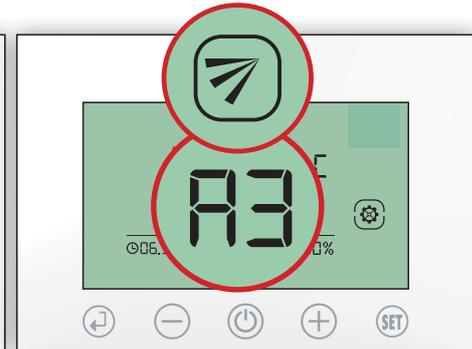

Fig. 90
2.3 **A3:** Premere (+) per impostare l'apertura alla posizione A3 (100%), apparirà l'icona (↘) premere (↵) per confermare e uscire dalle impostazioni. (Fig. 90)